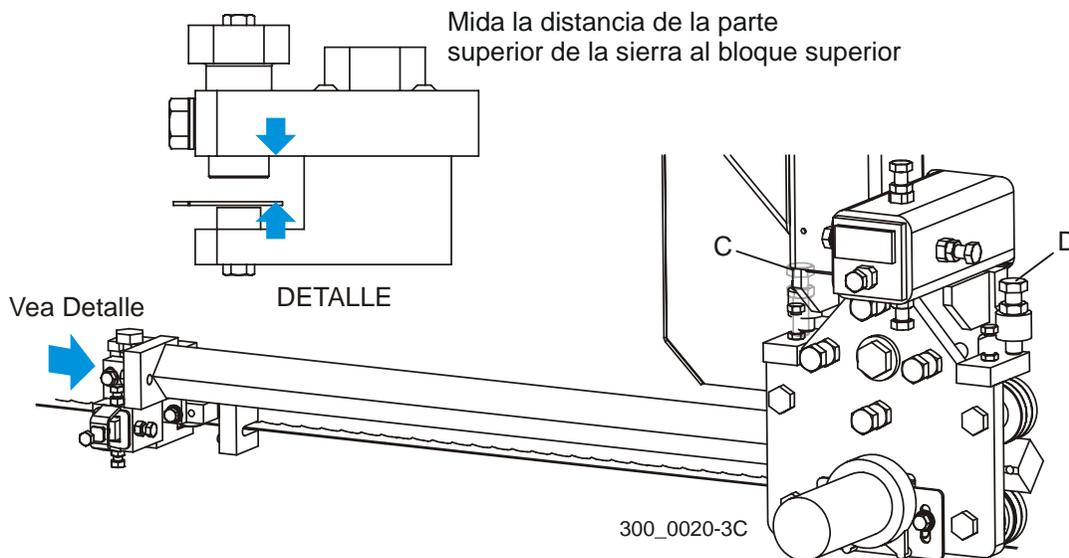

FIGURA 7-25
Vea la Figura 7-25. Con el brazo guíasierra ajustado hacia adentro cerca del guíasierra interior, mida la distancia de la parte superior de la sierra al bloque superior del guíasierra. Ajuste el brazo guíasierra hasta que quede completamente salido y mida nuevamente. Si las dos mediciones no son iguales dentro de 1/32", ajuste la inclinación vertical del brazo guíasierra. Para ajustar la inclinación vertical del brazo, ajuste los pernos (C y D) en la placa de montaje del brazo guíasierra. Afloje las contratuercas. Ajuste el perno (C) hacia arriba y el perno (D) hacia abajo para inclinar el brazo hacia arriba. Ajuste el perno (D) hacia arriba y el perno (C) hacia adentro para mover el brazo hacia la hoja de sierra. Vuelva a revisar la distancia de la hoja de sierra al bloque superior en ambos extremos del brazo. Vuelva a ajustar si es necesario. Apriete las contratuercas.